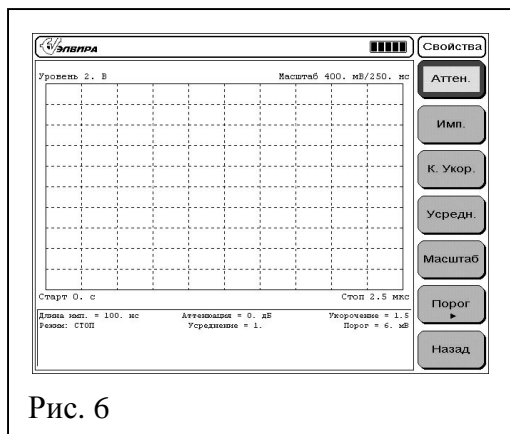

Рис. 6
Общий вид меню «СВОЙСТВА» приведен на рис. 6, где:
- Позиция «АТТЕН.» подменю «СВОЙСТВА» (см. рис.6), осуществляет установку величины затухания входного сигнала (0, 10, 15, 20, 25, 30 дБ). Для выбора величины затухания необходимо установить курсор на позицию «АТТЕН.» и нажать на кнопку «ВВОД» или на ручку настройки. В нижней части экрана будет предложено выбрать значение из перечисленных выше. Выбор осуществляется вращением ручки «НАСТРОЙКА». После выбора необходимого значения нажать на кнопку «ВВОД» или на ручку настройки.
- Позиция «ИМП.» подменю «СВОЙСТВА» (см. рис.6), осуществляет установку величины длительности зондирующего импульса (100, 150, 200 нсек). После выбора необходимого значения нажать на кнопку «ВВОД» или на ручку настройки.
- Позиция «УСРЕДН.» подменю «СВОЙСТВА» (см. рис.6), предназначена для установки усреднения по ансамблю реализаций (для подавление несинхронных помех). Для ввода количества усреднений необходимо установить курсор на позицию «УСРЕДН.» и нажать на кнопку «ВВОД» или на ручку настройки. В нижней части экрана будет предложено ввести количество усреднений, которое осуществляется с помощью цифровой клавиатуры. После ввода необходимой цифры нажать на кнопку «ВВОД» или на ручку настройки.
- Позиция «МАСШТАБ» подменю «СВОЙСТВА» (см. рис.6), осуществляет установку величины масштаба по вертикали. Установка величины масштаба производится аналогично установке величины аттенюации;
Позиция «К. УКОР.» подменю «СВОЙСТВА» (см. рис.6), осуществляет установку коэффициента укорочения. Коэффициент укорочения это отношение скорости распространения сигнала в вакууме к скорости распространения сигнала в кабеле. Для ввода величины коэффициента укорочения установить курсор на позицию «К. УКОР.», нажать на кнопку «ВВОД» или на ручку настройки. В нижней части экрана будет предложено ввести значение, которое осуществляется с помощью цифровой клавиатуры. После ввода необходимого значения нажать на кнопку «ВВОД» или на ручку настройки (см. рис.2). Данные о коэффициентах укорочения проводов и кабелей можно найти в соответствующей литературе, но точнее будет получить их опытным путем (см. пп. 11.3.).